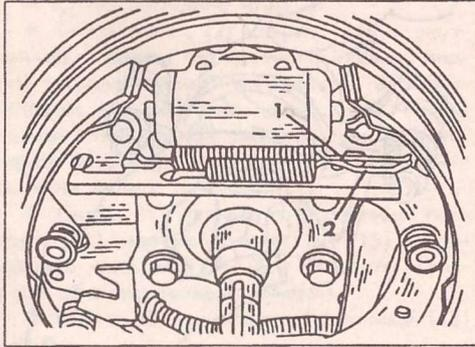

Рис. 249.
- Снять плоскогубцами или отверткой обе показанные на рис. 249 пружины.
Для этого выбить анкерный штифт с обратной стороны тормозного щита и повернуть плоскогубцами с передней стороны чашку пружины так, чтобы можно было вынуть штифт через чашку. Снять чашку и пружину. Снять сзади штифт. Таким образом снять оба штифта. На рис. 249 показана установка обоих анкерных штифтов и пружин.
- Осторожно отверткой поднять тормозные колодки с колесных цилиндров. При этом освобождается нижняя стяжная пружина, которая может быть снята. На рис. 249 эта пружина показана нижней стрелкой. При этом можно с одной стороны снять пружину нажимного штока. Пружину оставить вместе с нажимным штоком.